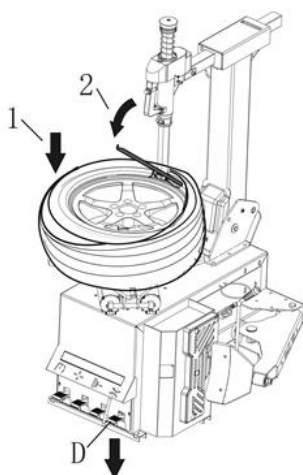

Fig. 17
- Plaats de bandenlichter tussen de band en het voorste deel van de montagekop plaats nu de rand van de band over de montagekop (fig. 17).
- Met de bandenlichter in deze positie (2, fig. 17), laat u het draaiplateau met de klok mee draaien door pedaal D (fig. 17) in te drukken, houdt de pedaal ingedrukt tot de band volledig los is gekomen van de velg.
- Houdt de band met uw handen omlaag gedrukt in de velg, druk op pedaal D (fig. 17) om het draaiplateau met de klok mee te laten draaien. Ga hiermee door tot de band volledig in de velg zit (fig.21A).